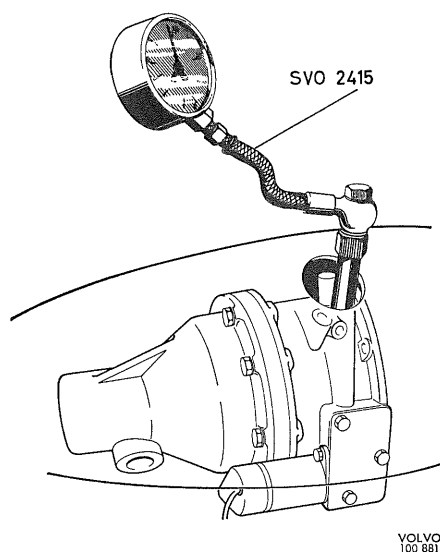

Bild 8. Kontroll av oljetryck
2. Tag bort proppen över manöverventilen och anslut oljemanometer SVO 2415, se bild 8.